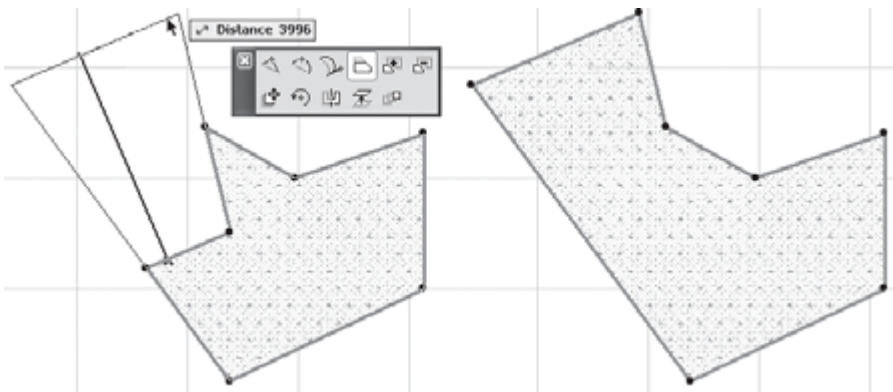

Рис. 5.20. Параллельное перемещение ребра
-  **Offset edge** (Параллельное перемещение ребра) — операция становится доступной при щелчке кнопкой мыши на ребре выделенной стены. После выбора операции укажите новое положение ребра, зафиксировав его щелчком кнопки мыши. Возможно перемещение в обе стороны относительно выделенного ребра по перпендикуляру, опущенному на выбранное ребро (рис. 5.20). В процессе движения происходит динамическое изменение длины ребра, концы которого движутся по продолжениям смежных ребер.